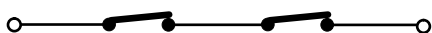

Abb. 32
**Anmerkung:** haben zwei oder mehrere Sicherheitsvorrichtungen die gleiche Funktion (Öffnungsvorgang, Schließvorgang, Öffnungsvorgang und Schließvorgang, Leiste), so werden die Kontakte in Reihenschaltung untereinander angeschlossen (Abb. 32).
Um mehrere Sicherheitsvorrichtungen zu installieren, werden die Arbeitskontakte in Reihenschaltung angeschlossen (Abb. 32).